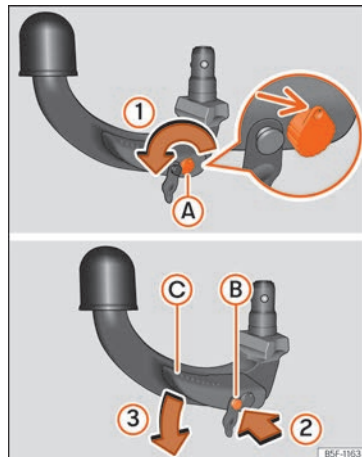

Abb. 252 Ruheposition der Anhängerkupplung
- Führen Sie den Schlüssel ein und drehen Sie ihn in Pfeilrichtung » Abb. 252 ①, bis das Loch im Schlüssel nach oben weist (Pfeil).
- Drücken Sie den Entriegelungsbolzen » Abb. 252 ② in Pfeilrichtung ② und gleichzeitig den Hebel ③ in Pfeilrichtung ③ bis zum Anschlag.